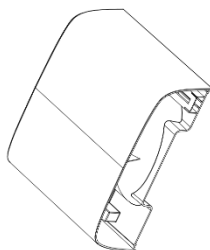

Fig. 2
2. Jeter l'eau collectée. (Fig. 2)